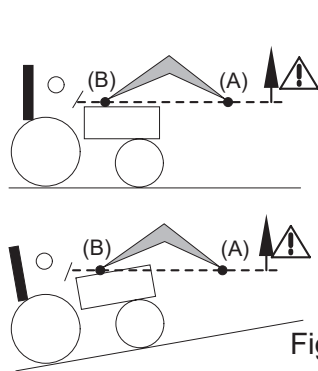

Fig. 2
- Verlies tijdens het heffen en het verplaatsen de lading niet uit het oog vanaf het moment waarop het scharnierpunt van het werktuig (A) niet langer in het horizontaal verlengde van het scharnierpunt van de frontlader (B) ligt (zie Afb. 2). Corrigeer indien nodig de positie van het werktuig zodat de lading nooit naar de bestuurder gericht wordt (zie Afb. 3).
**⚠ GEVAAR:** als de lading niet goed vastgezet is, loopt de operator gevaar dat de lading valt wanneer het scharnierpunt van het werktuig (A) niet langer in het horizontaal verlengde van het scharnierpunt van de frontlader (B) ligt (zie afb. 2).
**GEVAAR:** het is verboden de frontlader te kiepen wanneer het scharnierpunt van het werktuig (A) niet langer in het horizontaal verlengde van het scharnierpunt van de frontlader (B) ligt (zie afb. 2).